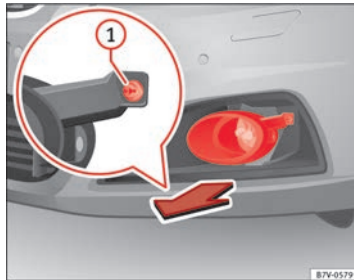
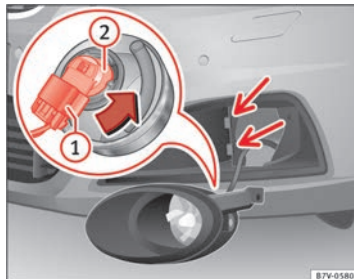

Abb. 209 Im Stoßfänger vorn rechts: Scheinwerfer ausbauen.
Abb. 210 Glühlampe im Scheinwerfer auswechseln.
2. Abdeckung in Pfeilrichtung nach vorn ziehen ⇒ Abb. 209.
3. Befestigungsschraube ① mit dem Schraubendreher aus dem Bordwerkzeug herausdrehen ⇒ Seite 336.
4. Scheinwerfer ein wenig nach vorn klappen und aus den seitlichen Aufnahmen ⇒ Abb. 210 (kleine Pfeile) herausziehen.
5. Anschlussstecker ① entriegeln und abziehen.
6. Lampenhalter ② in Pfeilrichtung bis zum Anschlag nach links drehen und mit der Glühlampe nach hinten herausziehen.
9. Anschlussstecker ① auf den Lampenhalter ② stecken. Der Anschlussstecker muss hörbar einrasten.
10. Scheinwerfer in die Aufnahmen ⇒ Abb. 210 (kleine Pfeile) stecken und nach hinten klappen.
11. Befestigungsschraube ⇒ Abb. 209 ① mit dem Schraubendreher festdrehen.
12. Abdeckung in den Stoßfänger einsetzen ⇒ Abb. 209.